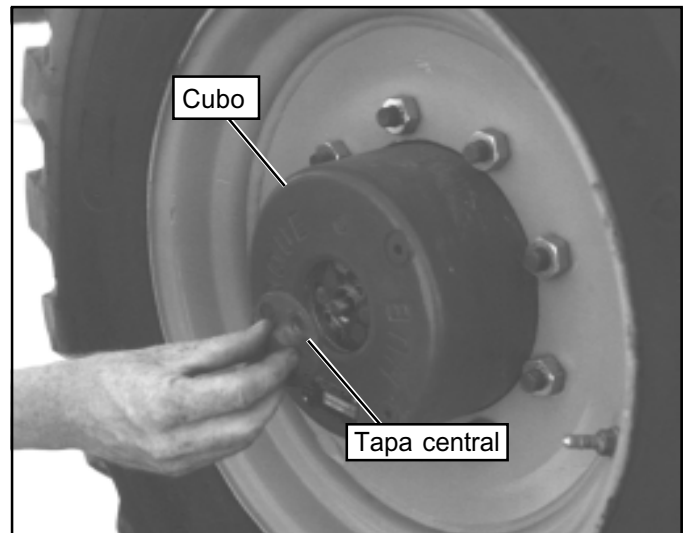

Figura 6: Desmontaje de los cubos
3. Vea la figura 6 y desajustar los cuatro cubos. Quite dos tornillos y la tapa central. Vuelva a instalar la tapa central en dirección opuesta.